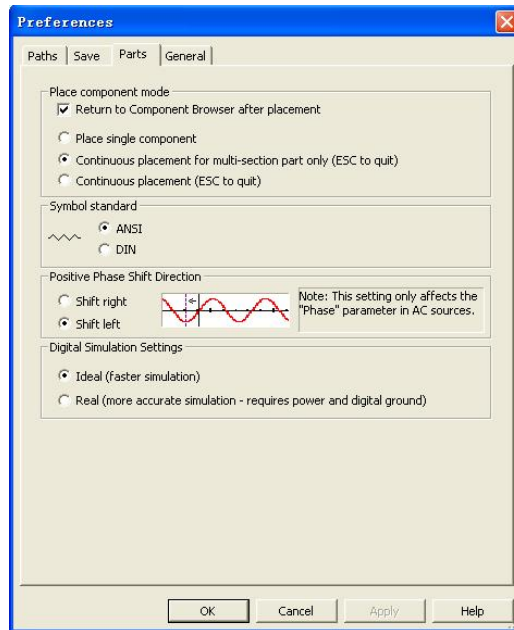

图 1-8 Parts 选项卡
④ Save .TXT files as plain text (not Unicode): 保存.TXT 文档。
3) Parts 选项卡如图 1-8 所示。Parts 选项卡用于设置零件和仪器。
① Place component mode: 放置元件方式。
② Symbol standard: 符号标准。
③ Positive Phase Shift Direction 正相位移方向。